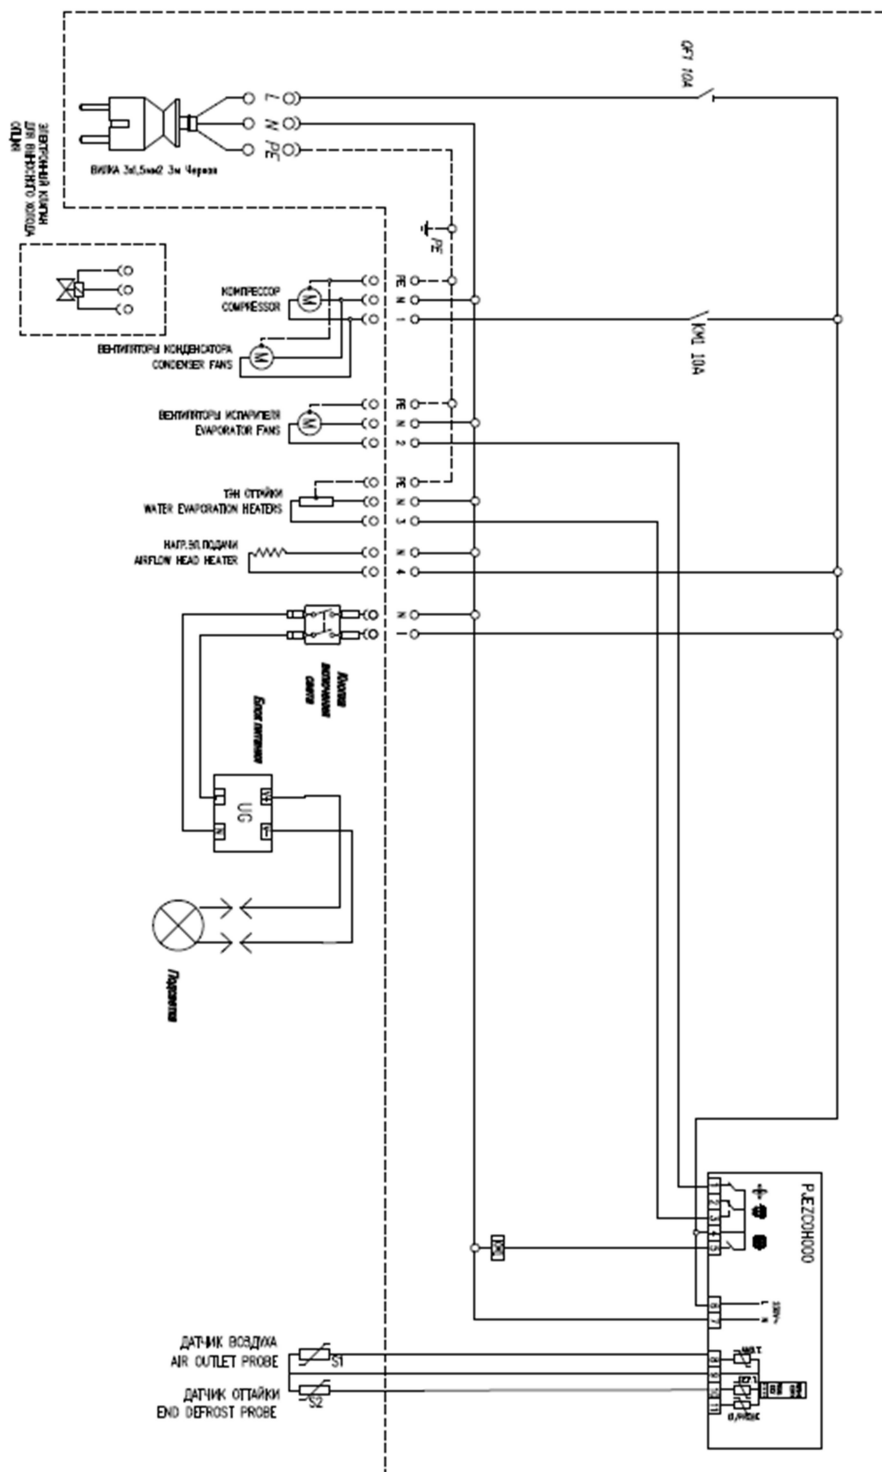

Рис.13
13. Электрическое подсоединение – технический специалист (Рис. 13).